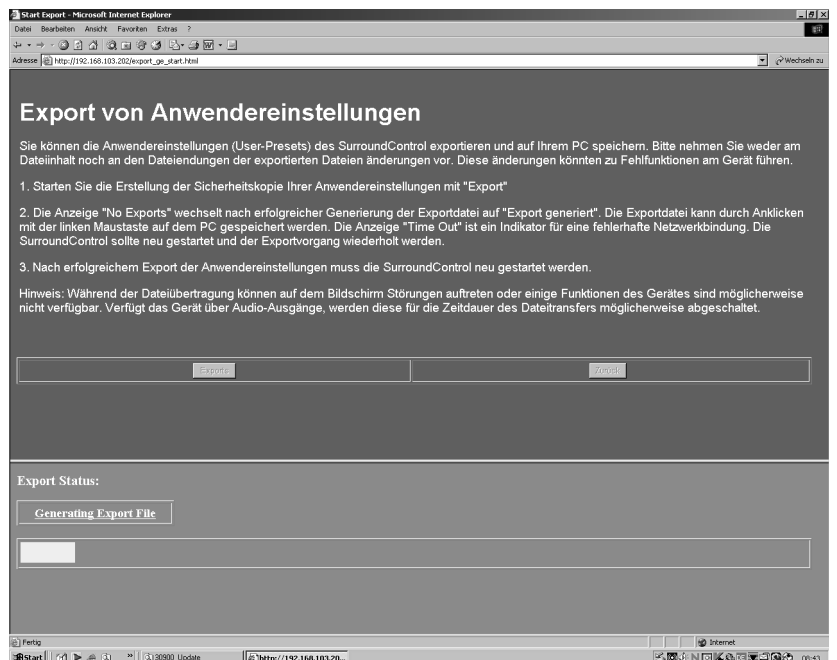

Bild 5-4: Der Export wird durchgeführt
4. Der Export der Anwendereinstellungen beginnt (siehe Bild 5-4). Als Export-Status wird „Generating Export File“ angezeigt und ein gelber Balken zeigt den Fortschritt des Exports an.